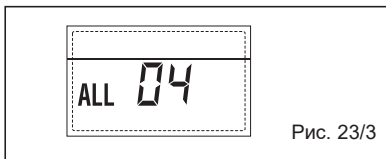

Рис. 23/3
– НЕПОЛАДКА ДАТЧИКА ПОДАЧИ В КОНТУР ОТОПЛЕНИЯ ВО ВСЕ ОБОРУДОВАНИЕ “ALL 05” (Рис. 23/4)